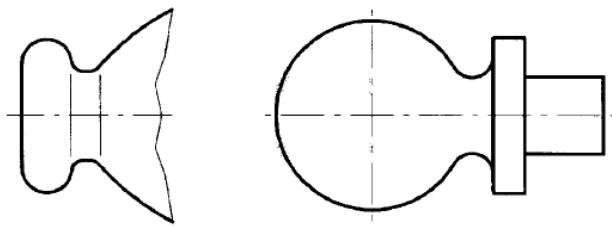

Рис. 2
- линии перехода вычерчивают упрощенно, заменяя лекальные кривые дугами окружностей или прямыми линиями (рис. 2).